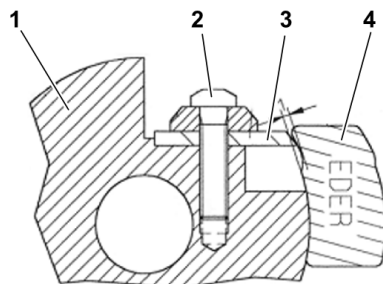

Fig. 15 : Remplacement des copeaux sur le rabot fraise
- > Desserrez légèrement la vis du copeau (2 - Fig. 15).
- > Placez la jauge à copeaux (4 - Fig. 15) sur la tête de fraise (1 - Fig. 15) et faites glisser le copeau (3 - Fig. 15) contre la jauge jusqu'à ce qu'il touche la zone encochée.